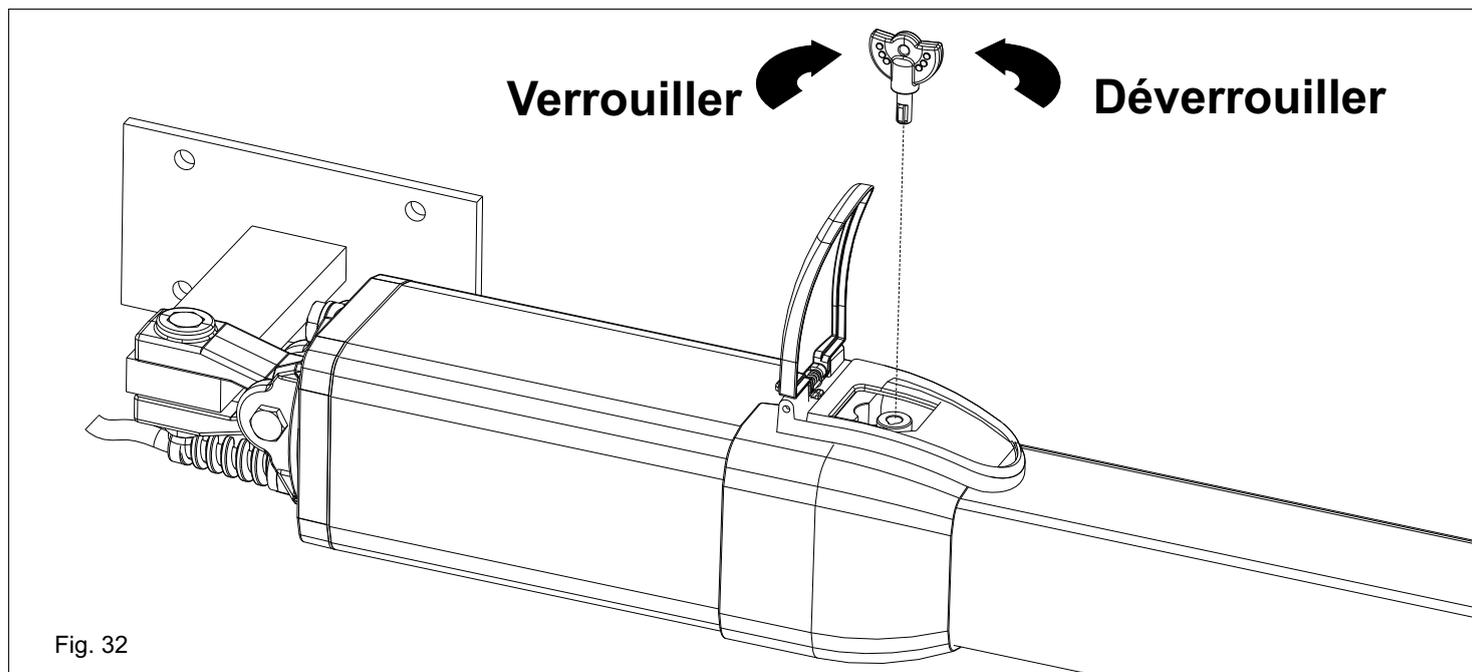

Fig. 32
- 1) Déverrouiller l'opérateur (comme dans Fig. 32)
- Déverrouiller (comme dans Fig. 32).
-Insérer la clef et la tourner de 180 ° en sens anti-horaire (Fig.32).
-Insérer la clef et la tourner en sens horaire jusqu'à son arrêt (Fig.32).